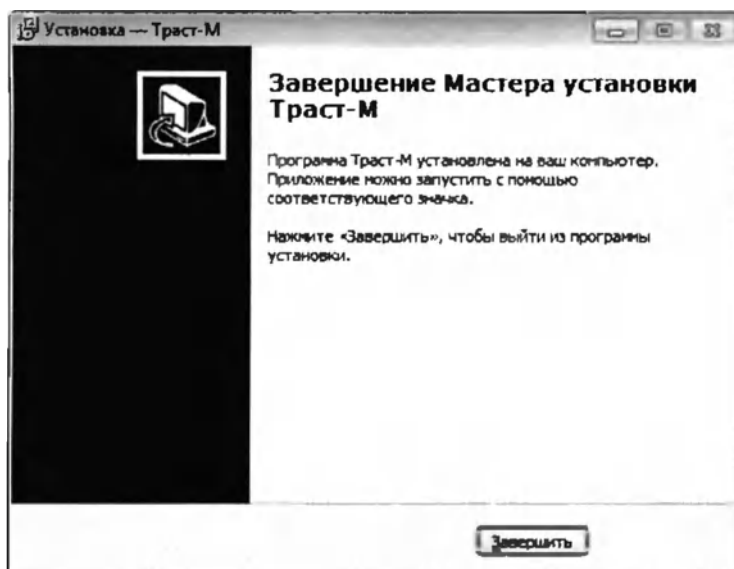

Рис. 1.7. Окно завершения установки программы
- 7.7.7. В случае успешной установки появится окно завершения установки (см. Рис. 1.7). Нажмите **Завершить** для выхода из программы установки.